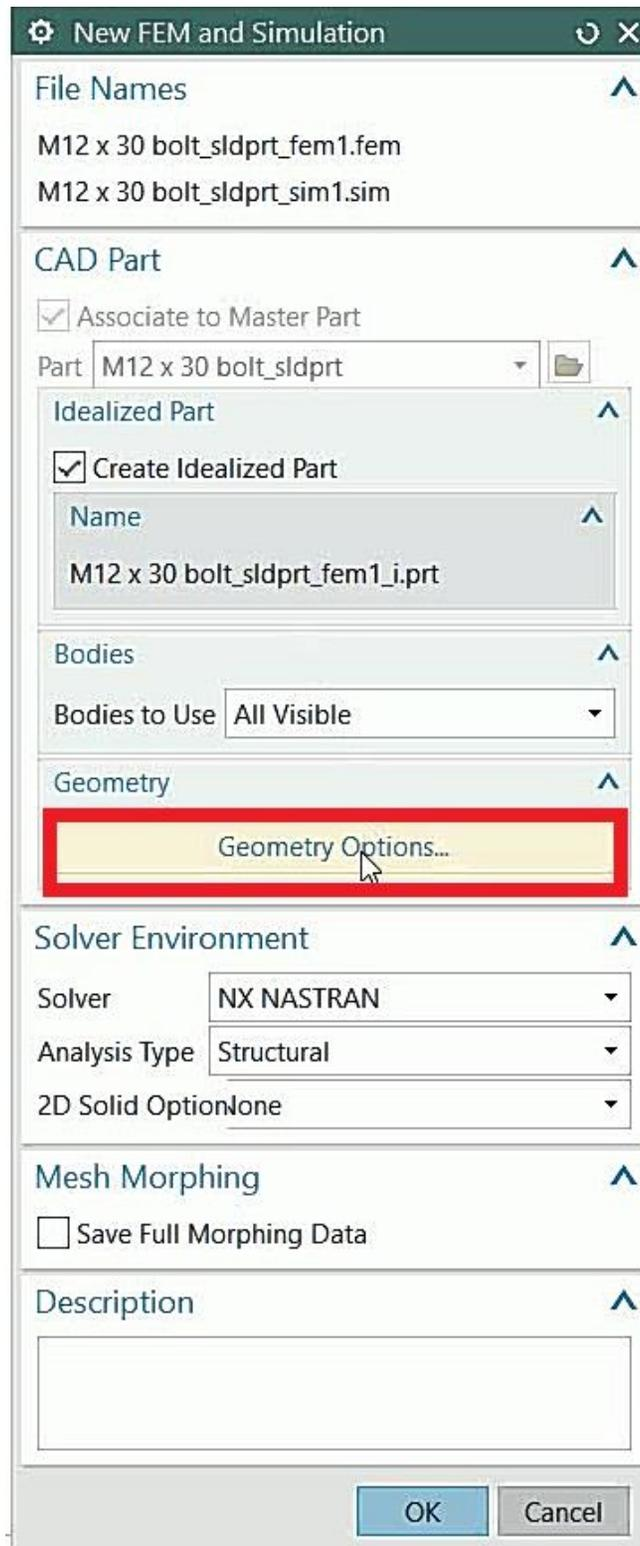

Figura 5.21 Ventana *New FEM and Simulation*.
- En la sección de **Geometry**, dar click en **Geometry Options** (Figura 5.21).